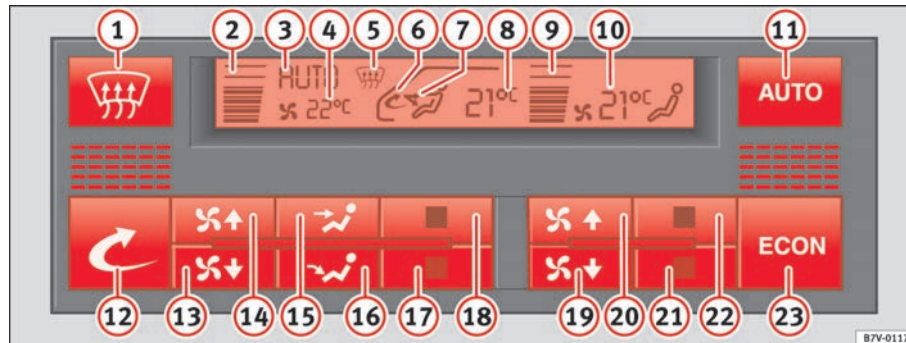

Abb. 119 In der Instrumententafel: Bedienelemente Climatronic
⇒ Abb. 119 **15** oder **16** bzw. eine der Temperaturtasten **17** oder **18**. In der Anzeige erlischt **AUTO**.
- Drücken Sie die Taste \Rightarrow Seite 158, Abb. 119 , um den Umluftbetrieb ein- bzw. auszuschalten. Er ist eingeschaltet, wenn das Symbol   im Anzeigenfeld erscheint.